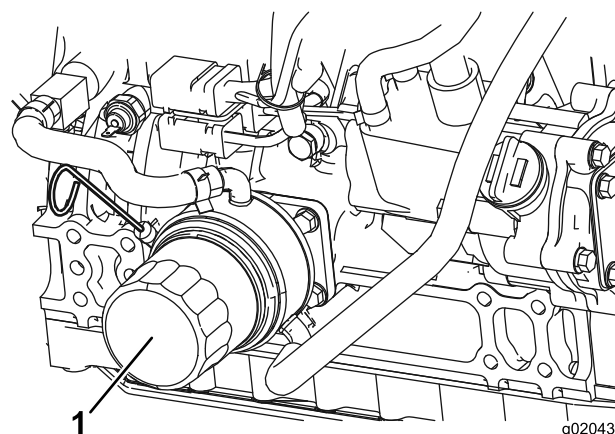

Figura 51
2. Retire el filtro de aceite (Figura 51). Aplique una capa ligera de aceite limpio al filtro nuevo antes de enroscarlo. **No apriete demasiado.**